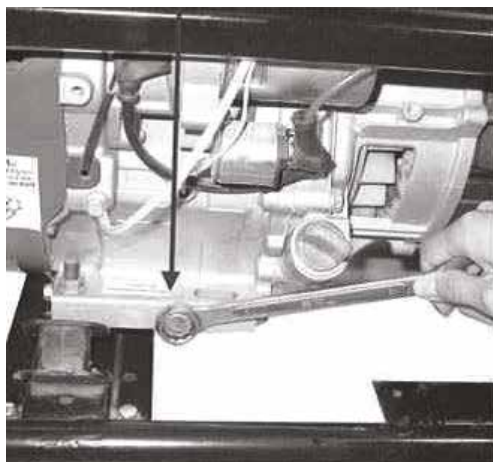

Рис. 4
1. Выкрутите пробку слива топлива (**рис. 4**), предварительно подставив под нее подходящую емкость. Дождитесь, когда сольется масло.